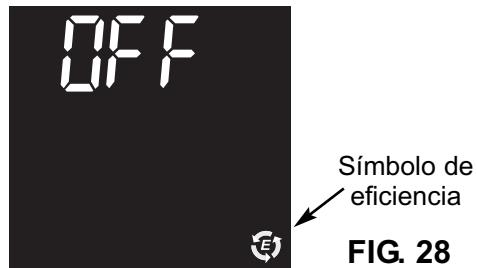

FIG. 28
2. Cuando ello ocurra, oprima dos veces el botón PROGRAM (Programar) y aparecerá la pantalla que se indica en la Fig. 28.